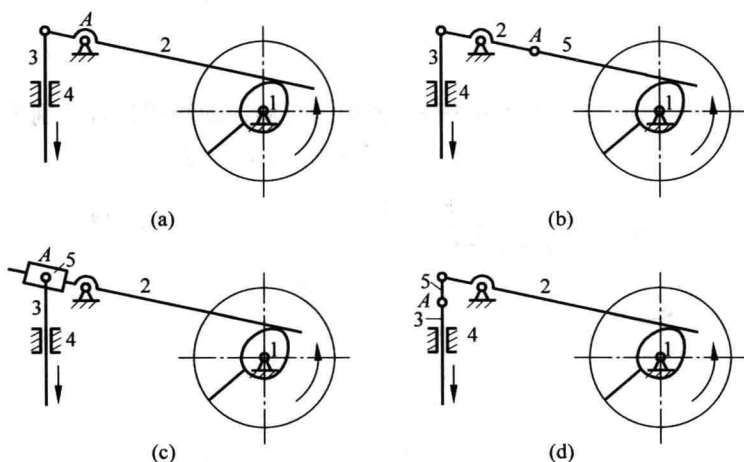

图 1.4 题 1.1.9 图
1.1.9 如图 1.4 所示,4 个机构中哪个是有确定运动的? 哪个没有? 为什么?
答 如图 1.4(c)、图 1.4(d)所示,机构的自由度为 1,有确定的运动;如图 1.4(a)所示,机构的自由度为 0,不能运动;如图 1.4(b)所示的机构虽然与如图 1.4(a)所示的机构相比较,增加了 1 个转动副和 1 个构件,使总的自由度成为 1,但并不能使构件 3 上下运动,而只